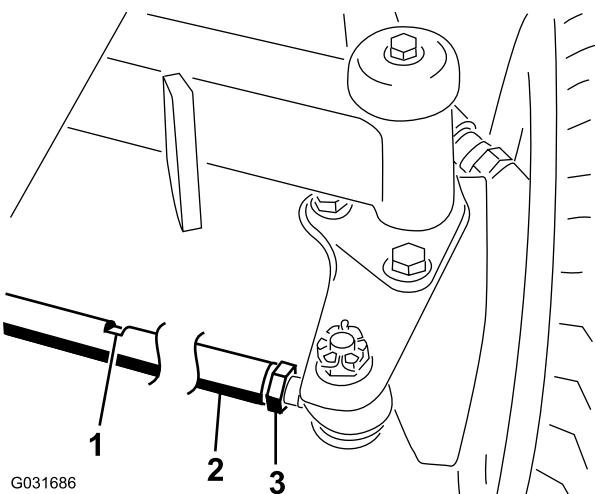

Figura 48
- Afloje las contratuerca de ambos extremos del tirante (Figura 48).